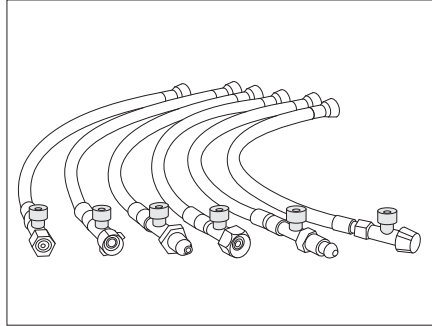

Fig. 162 Tuyaux flexibles haute pression avec sécurité de rupture de flexible (variantes spécifiques de pays)
- Appuyer fermement sur le bouton vert du tuyau flexible haute pression (Fig. 162).